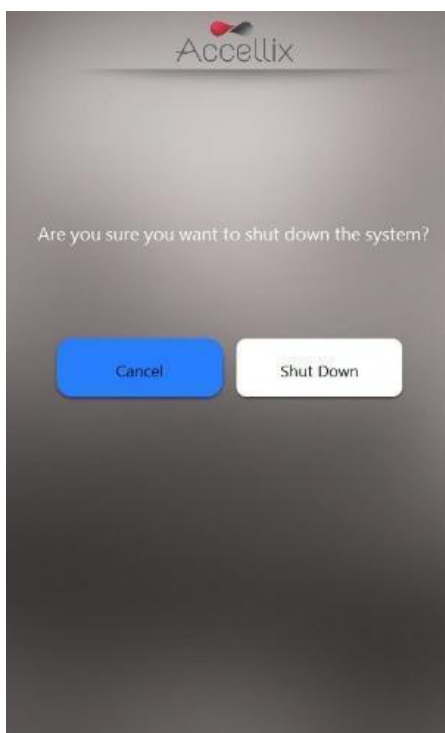

Figure 49 : écran Confirmer l'arrêt
1. Sur l'écran **Start** (Démarrage) (si les connexions sont désactivées) ou sur l'écran Login (Connexion) (si les connexions sont activées), appuyez sur l'icône **Shutdown** (Arrêt) . L'utilisateur est invité à confirmer l'arrêt (Figure 49).